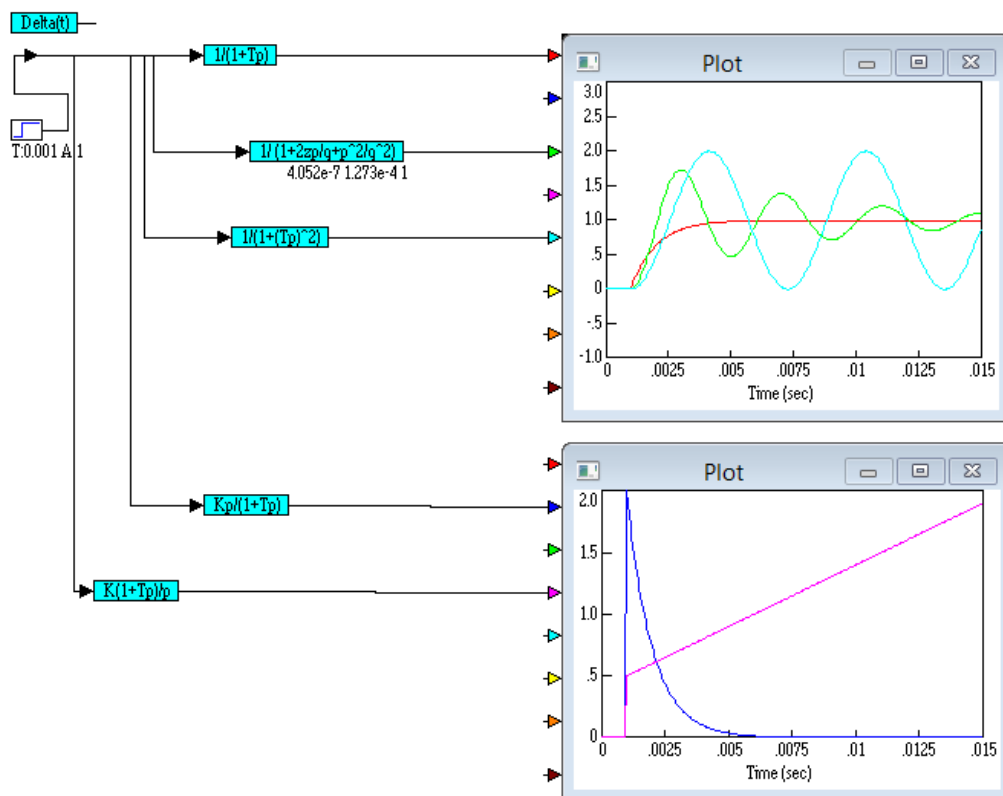

Рисунок 14 – Переходные функции типовых динамических звеньев
- 1) Составить уравнения и вывести передаточные функции  $W(p)$  для всех блоков (рисунок 14). Структурные схемы блоков приведены на рисунках 15, 16, 17, 18, 19 и 20. Сравнить полученные передаточные функции с типовыми, идентифицировать блоки по названиям.